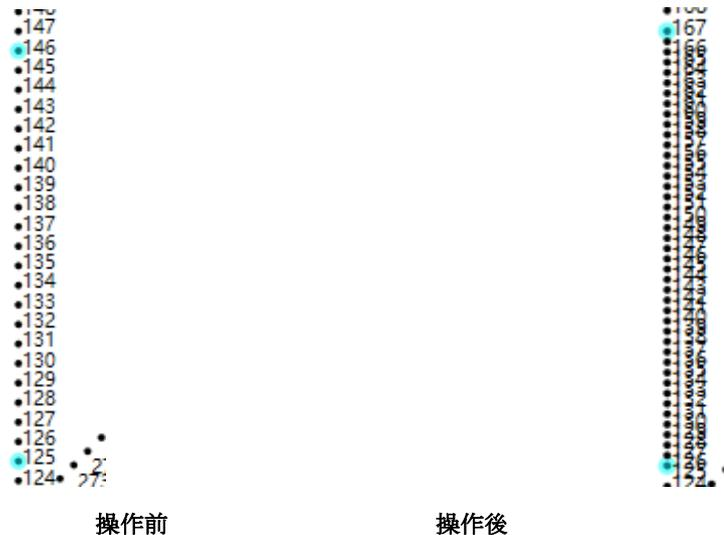

図 5.3.10e 特殊縫い設定の操作方法
③特殊縫いのスタイル（ステッチ間隔短縮、門止め縫い、返し縫い）を選択できます。異なるスタイルを選択すると、右側のパラメータ設定ボックスが有効になります。ステッチ間隔短縮を例にとると、その倍率を設定できます（例：2倍）。図形ファイルを点に変換すると、各点が図形になります。キーボードの「Ctrl」キーを押しながら、マウスで点をクリックすることで、一定数の点を選択することができます。「OK」をクリックすると、選択された点に含まれる選択区間が倍数に従って短縮されます。具体的な操作は図 5.3.10e の通りです。
(1)ステッチ間隔短縮：図 5.3.10e を参照できます。
(2) V字形縫いのパラメータ：幅は4、左幅は3、右幅は2、スパンは3、始点は左、ステッチ数は2で、等幅にチェックを入れず、「元のステッチを維持」（有効区間全体を選択）にチェックを入れ、ジグザグ縫いの形状はVです。ステッチ間隔がスパン